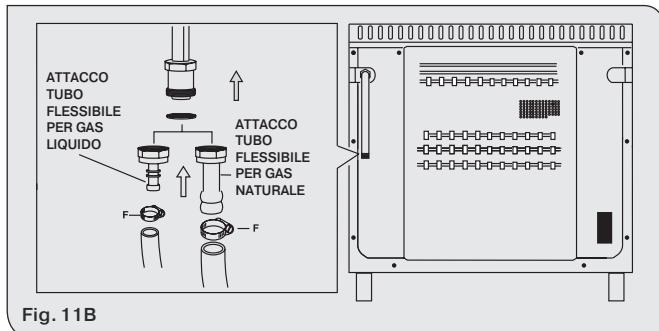

Fig. 11B
- 3) mediante l'inserimento di un tubo di gomma in conformità alle norme vigenti. Inserire questo tubo direttamente sul raccordo a innesto corrispondente al gas utilizzato e bloccarlo con una fascetta. In quest'ultimo caso, verificare la data di scadenza stampata sul tubo e sostituirlo prima di tale data (vedere fig. 11B).